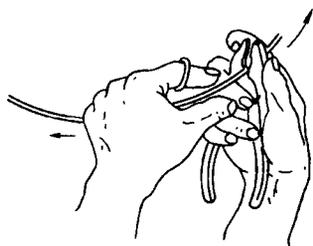

图 1-18 用钢丝钳勒去导线绝缘层
2) 用右手握住钢丝钳头部用力往外移，勒去塑料绝缘层，如图 1-18 所示。
(1) 在所需线头长度处用电工刀在棉纱织物保护层四周割切一圈，将棉纱织物拉去。
(2) 在距棉纱织物保护层 10mm 处，用钢丝钳的刀口切割绝缘橡胶层（不可损伤芯线），其方法与图 1-18 所示的相同。
(3) 将露出的棉纱层松开，用电工刀割断。